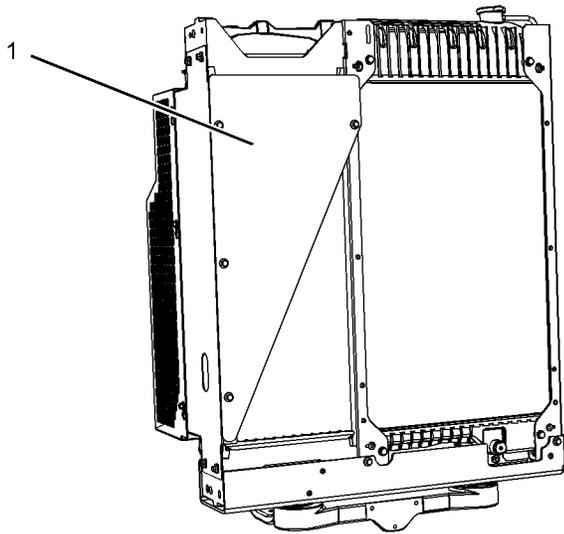

Abbildung 100
Wenn das Leitblech (1) entfernt wurde, muss das Leitblech nach der Reinigung wieder angebracht werden, wobei sicherzustellen ist, dass das Leitblech dieselbe Ausrichtung wie in der Abbildung 100 hat. Ein Motorbetrieb ohne angebrachtes Leitblech entspricht nicht den Emissionsvorschriften.